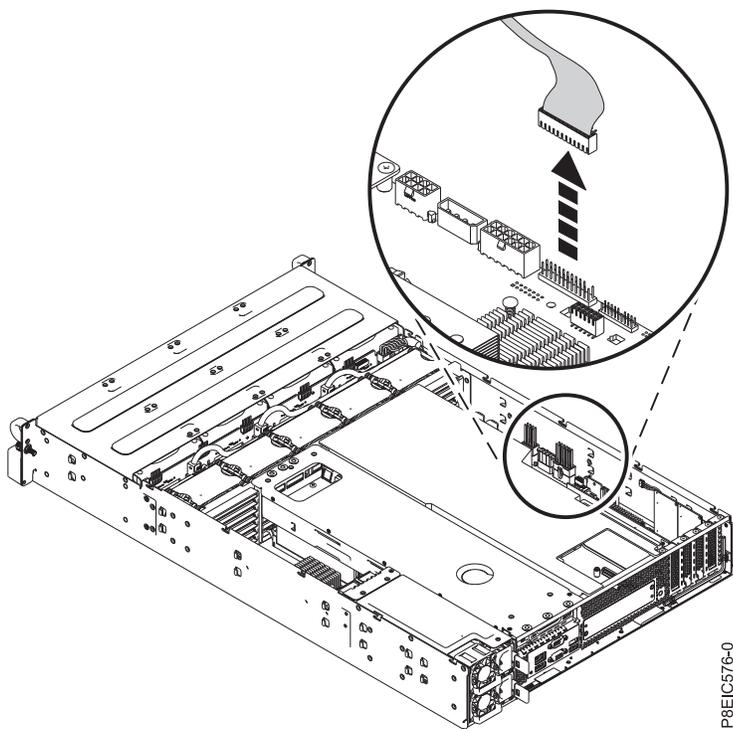

Figura 60. Desconectando o cabo de controle do painel frontal
2. Remova o cabo de controle do painel frontal do painel traseiro do sistema, conforme mostrado na Figura 60.